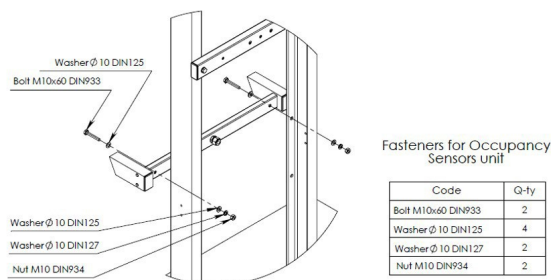

Figura 2.6 . Montaje de sensores de ocupación
2. Monte los sensores de ocupación según la Figura 2.6: unidad receptora en el pilar principal y unidad emisora en el pilar subordinado.